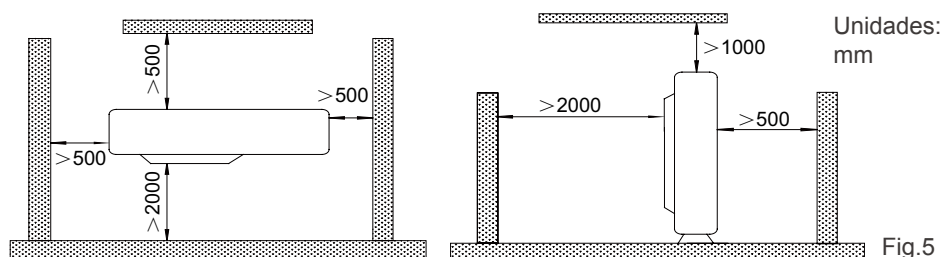

Fig.5
5. El espacio de instalación de la unidad debe ser el requerido en la Fig.5.